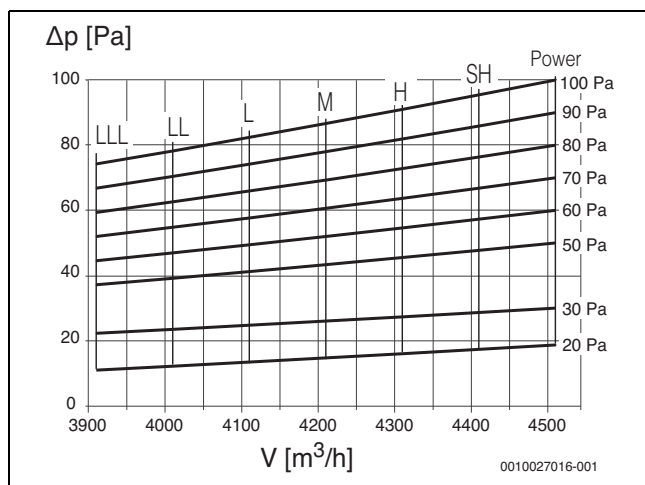

Рис. 20
3. Прежде чем монтировать воздуховод, убедитесь, что статическое давление во внутреннем блоке находится в допустимом диапазоне. На рис. 20 приведены характеристические кривые статического давления для внутренних блоков.